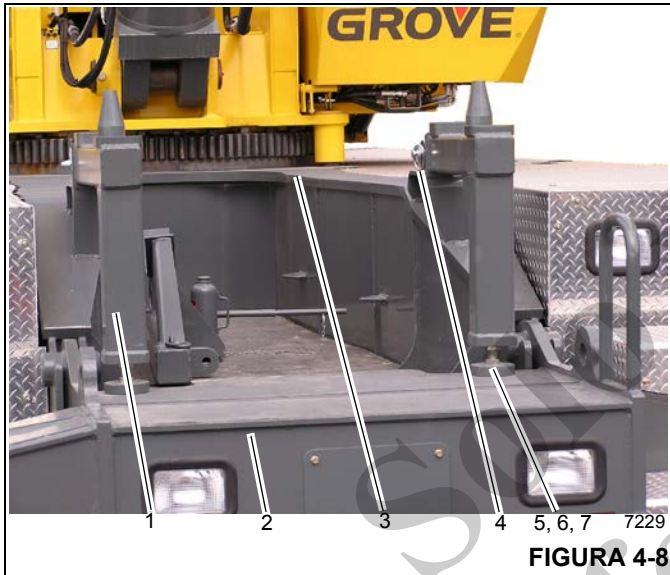
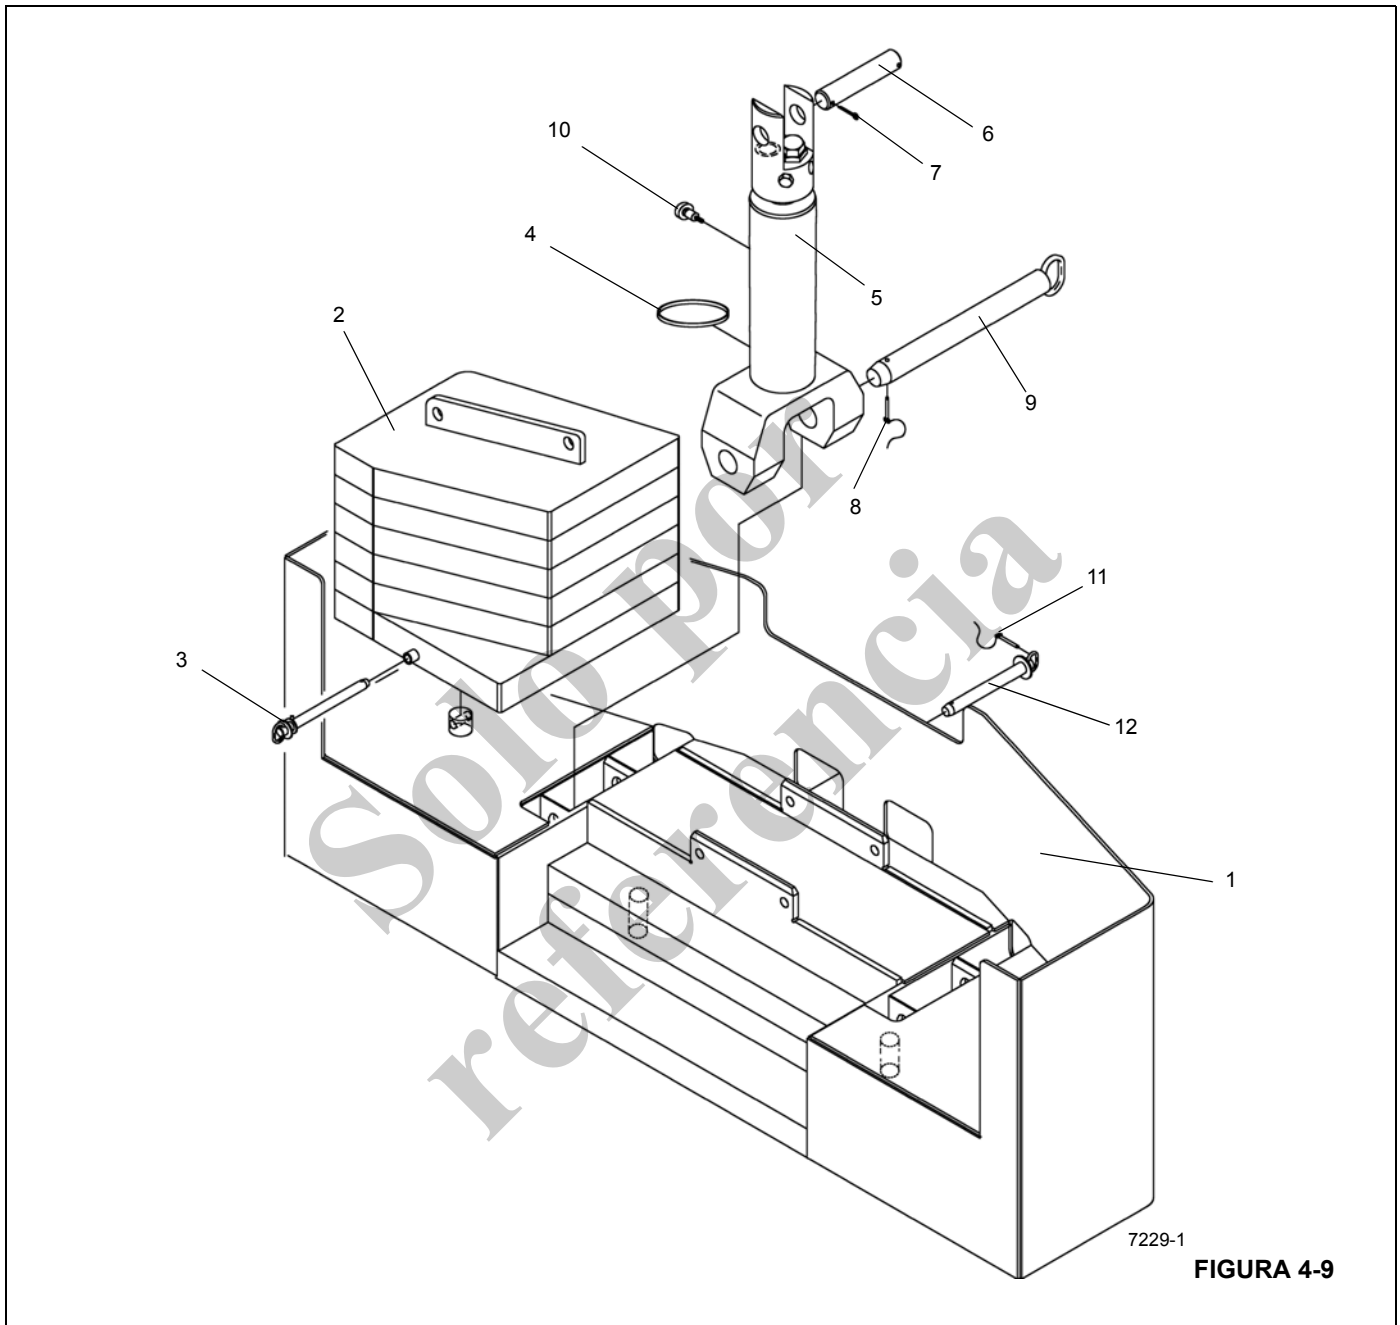

FIGURA 4-8
FIGURA 4-9
1. Utilice un dispositivo de levante adecuado para instalar el pedestal de contrapeso (1) (Figura 4-8) en la parte delantera del chasis del vehículo (3) y asegúrelo con los pasadores de enganche (4).
Se prohíbe ajustar los soportes del pedestal de contrapeso (1) (Figura 4-8) cuando el contrapeso (1) (Figura 4-9) está apoyado sobre ellos.
3. Ajuste las planchas de pata (5) con los tornillos de ajuste (6) insertándolos o sacándolos del soporte del contrapeso hasta que los bloques del contrapeso encima del soporte queden nivelados. No exceda una distancia de 2.25 pulg (5.72 cm).
4. Apriete las contratuercas (7) contra el soporte del contrapeso.
- Al instalar el contrapeso (1) (Figura 4-9), asegúrese de que los dos pasadores hidráulicos de montaje de la estructura del malacate auxiliar (7) (Figura 4-10) estén completamente extendidos y que los pasadores de retención estén en su lugar antes de elevar el contrapeso.
- Antes de quitar los pasadores de la estructura del malacate auxiliar (7), baje y apoye seguramente todos los contrapesos. Antes de bajar la estructura del malacate auxiliar (7), asegúrese de que la estructura esté correctamente apoyada por los cilindros de retiro de contrapeso (5) (Figura 4-9) y que ambos pasadores hidráulicos de montaje estén completamente retraídos.
6. No desconecte las líneas de los cilindros de retiro del contrapeso (5) (Figura 4-9) por el momento.
NOTA: Podría ser necesario retraer los cilindros de retiro de contrapeso (5) (Figura 4-9) para quitar el peso de los pasadores (12) (Figura 4-9) que fijan el contrapeso a la estructura del malacate auxiliar.
7. Retire los pasadores de enganche (11) (Figura 4-9) y los pasadores de fijación de contrapeso a la estructura del malacate (12) (Figura 4-9). Éstos son accesibles a través de los agujeros en la parte trasera del contrapeso (1) (Figura 4-9).
8. Utilice las palancas de retiro (6) (Figura 4-10) para extender los cilindros de retiro (5) (Figura 4-9) y cuidadosamente baje el contrapeso (1) (Figura 4-9) sobre sus soportes.
11. Retraiga los cilindros de retiro de contrapeso (5) (Figura 4-9) y cuidadosamente baje la estructura del malacate auxiliar (7) (Figura 4-10) sobre el contrapeso.
13. Fije el contrapeso (1) (Figura 4-9) a la estructura del malacate auxiliar (7) (Figura 4-10) con los pasadores de fijación (12) (Figura 4-9) del contrapeso a la estructura del malacate y los pasadores de enganche (11) (Figura 4-9).
No intente separar la estructura del malacate auxiliar (7) (Figura 4-10) del contrapeso (1) (Figura 4-9) cuando está en el pedestal de contrapeso (1) (Figura 4-8). La estructura del malacate auxiliar (7) (Figura 4-10) puede chocar contra el contrapeso (1) (Figura 4-9) y hacerlo caer del pedestal.
Con el contrapeso pesado retirable opcional (2) (Figura 4-9), no utilice las orejetas de elevación del contrapeso para levantar el contrapeso y la estructura del malacate auxiliar. Las orejetas de elevación del contrapeso pesado han sido diseñadas exclusivamente para levantar el contrapeso pesado retirable.
15. Fije un dispositivo de elevación adecuado con eslingas a la estructura del malacate auxiliar (7) (Figura 4-10). Utilice la grúa para transferir cuidadosamente la estructura del malacate auxiliar (7) (Figura 4-10) y el contrapeso (1) (Figura 4-9) al suelo o a un vehículo de transporte apropiado.
NOTA: El paso 16 corresponde al contrapeso pesado retirable (2) (Figura 4-9).
16. Si se desea, reduzca el peso del contrapeso retirando los dos miembros soldados (2) (Figura 4-9) del contrapeso. Para retirar los miembros soldados, conecte un dispositivo de elevación adecuado con eslingas a las orejetas de elevación. Extraiga los pasadores para soltar los miembros soldados del contrapeso. Utilice el dispositivo de elevación para retirar los miembros soldados.
3. Arme el contrapeso estándar retirable (1) (Figura 4-9) y la estructura del malacate auxiliar (7) (Figura 4-10) sobre el suelo o sobre un vehículo de transporte adecuado.
- Arme el contrapeso pesado retirable (2) (Figura 4-9) y la estructura del malacate auxiliar (7) (Figura 4-10) sobre el suelo o sobre un vehículo de transporte adecuado.
El conjunto de contrapeso pesado retirable (2) (Figura 4-9) debe instalarse con los dos contrapesos pesados. El uso de solamente un contrapeso pesado puede resultar en una grúa inestable.
NOTA: El siguiente paso corresponde al contrapeso pesado retirable (2) (Figura 4-9).
4. Fije un dispositivo de elevación adecuado con eslingas a cada orejeta de elevación de miembro soldado del contrapeso pesado. Utilice el dispositivo de elevación para instalar cuidadosamente los dos miembros soldados (2) (Figura 4-9) del contrapeso pesado en su lugar en la estructura del malacate auxiliar (7) (Figura 4-10). Fije los miembros soldados en su lugar con los pasadores.
5. Utilice un dispositivo de elevación adecuado con eslingas fijado a la estructura del malacate auxiliar (7) (Figura 4-10) para colocar cuidadosamente la estructura del malacate auxiliar (7) (Figura 4-10) en el contrapeso (1) (Figura 4-9).
6. Fije el contrapeso (1) (Figura 4-9) a los cilindros de retiro del contrapeso (5) (Figura 4-9) con los pasadores de fijación de cilindro a contrapeso (9) (Figura 4-9) y los pasadores de enganche (8) (Figura 4-9). Fije el contra-
peso (1) (Figura 4-9) a la estructura del malacate auxiliar (7) (Figura 4-10) con los pasadores de fijación (12) (Figura 4-9) del contrapeso a la estructura del malacate y los pasadores de enganche (11) (Figura 4-9).
7. Instale el pedestal de contrapeso (1) (Figura 4-8) en la parte delantera del vehículo. Consulte *Instalación del pedestal de contrapeso*, página 4-10.
11. Retire los pasadores de enganche (8) (Figura 4-9) y los pasadores de fijación de contrapeso a la estructura del malacate (9) (Figura 4-9) para liberar la estructura del malacate auxiliar (7) (Figura 4-9) del contrapeso (1) (Figura 4-9).
12. Utilice las palancas del contrapeso (6) (Figura 4-10) para extender completamente los cilindros de retiro de contrapeso (5) (Figura 4-9) y cuidadosamente eleve la estructura del malacate auxiliar (7) (Figura 4-10) para alcanzar las placas adosadas en la plataforma de giro.
15. Retraiga los cilindros de retiro de contrapeso (5) (Figura 4-9) y eleve cuidadosamente el contrapeso (1) (Figura 4-9) a su posición de instalación (de trabajo).
16. Fije el contrapeso (1) (Figura 4-9) a la estructura del malacate auxiliar (7) (Figura 4-10) con los pasadores de fijación (12) (Figura 4-9) del contrapeso a la estructura del malacate.